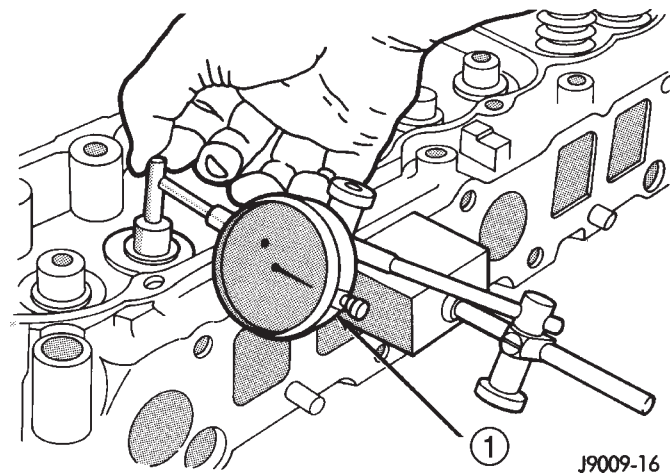

Abb. 83 Seitliches Spiel des Ventilschafts messen
(1) Mit Hilfe einer Meßuhr die seitliche Bewegung (Spiel zwischen Ventilschaft und -führung) bei eingebautem Ventil messen. Die Messung erfolgt direkt über der Führung (Abb. 83).
(2) Das korrekte Spiel beträgt 0,025-0,0762 mm (0,001-0,003 Zoll). Liegt der Wert außerhalb der vorgegebenen Werte, müssen die Ventilführungen aufgerieben werden, um Ventile mit Übermaß-Ventilschäften aufzunehmen.